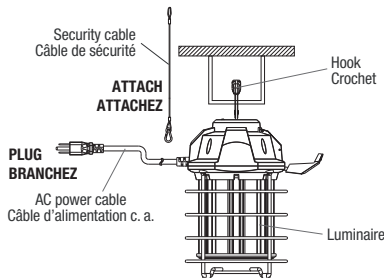

Fig. 1
1. Hang the luminaire where desired, using the designated hook on the handle. Ensure that it can support a weight of 66 lb (Fig. 1).
2. You must use the security cable to tighten the luminaire (Fig. 1). Attach strongly the other end of the security cable to the ceiling structure.
1. Accrochez le luminaire à l'endroit désiré, en utilisant le crochet intégré dans la poignée. Assurez-vous que l'emplacement peut soutenir un poids de 66 lbs (Fig. 1).
2. Vous devez utiliser le câble de sécurité afin de sécuriser le luminaire en place. (Fig. 1). Attacher fermement l'autre extrémité du câble de sécurité à la structure du plafond.